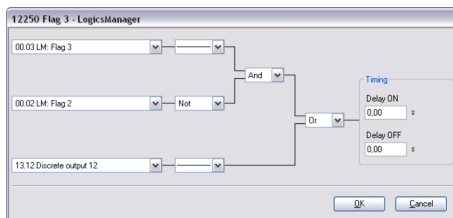

Abb. 249: LogicsManager-Funktion „Merker 3“
4. ➤ Konfigurieren Sie die LogicsManager-Funktion „Merker 3“ (siehe Abb. 249).